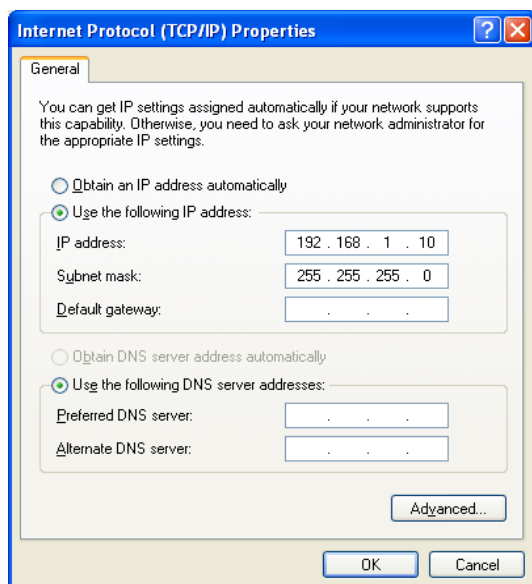

FIG. 16
5. Se FIG. 16. Välj "Använd den här IP-adressen." Pumpens standard IP-adress är 192.168.1.100. Skriv in ett nummer som skiljer sig från standardadressen i enbart den sista gruppen siffror, till exempel: 192.168.1.10. Det här gör det möjligt för datorn att ansluta till VFE. Ställ in underliggande nätmask till 255.255.255.0.